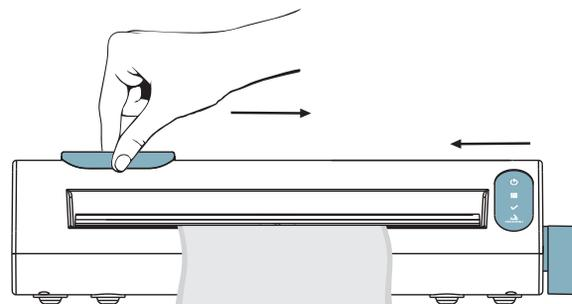

Fig.3
- 4▶ **Antes de levantar la palanca de sellado**, corte el embalaje deslizando el soporte de las láminas de corte de una extremidad a otra y volviéndola a la posición original (Fig. 3).